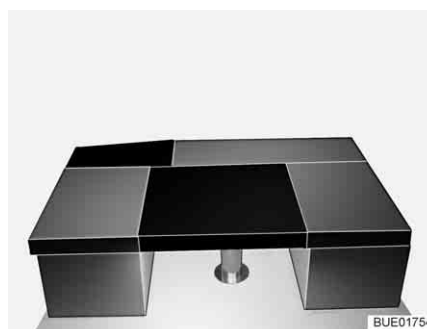

Fig. 141 Après la transformation
- Poser le coussin supplémentaire rectangulaire sur la table (entre les coussins d'assise des banquettes, voir Fig. 141).